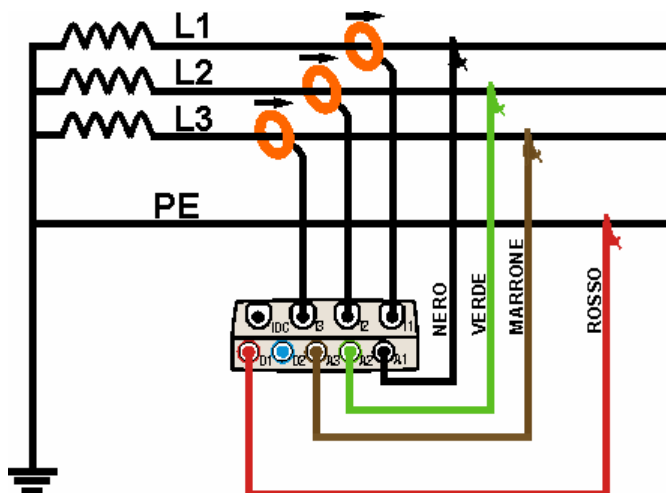

Fig. 206: Collegamento dello strumento in un sistema Trifase 3-fili ARON
2. Collegare i cavi di misura della tensione sui conduttori di Fase L1, L2, L3 e eventualmente Terra rispettando i colori come mostrato in Fig. 206. **Verificare a display l' indicazione "123" relativa al corretto senso ciclico delle fasi** (vedere il paragrafo 5.2.3) ed effettuare le opportune correzioni fino al raggiungimento di tale situazione.
3. Collegare le pinze di corrente sui conduttori di Fase L1, L2, L3 come mostrato nella Fig. 206 **rispettando il verso della freccia** presente sulla pinze stesse che indica la direzione convenzionale della corrente da generatore a carico. **Verificare sempre, (selezionando preliminarmente il sistema 3-fili) nelle videate della sezione Visualizzazione Misure, che le Potenze Attive P1, P2, P3 siano sempre positive e che i fattori di potenza Pf1, Pf2, Pf3 siano corrispondenti ad un carico, normalmente induttivo**, prima di attivare una registrazione. In caso di valori negativi della potenze attive ruotare le pinza di 180° sui conduttori interessati.